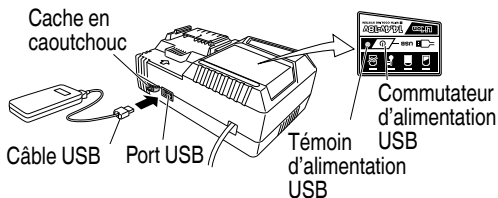

Fig. 14
- (2) Mettez le commutateur d'alimentation USB sur marche (Fig. 14)
- (3) Connectez le câble USB. (Fig. 14)
- Mettez le commutateur d'alimentation USB sur arrêt et débranchez le câble d'alimentation de la prise électrique. (Fig. 14)